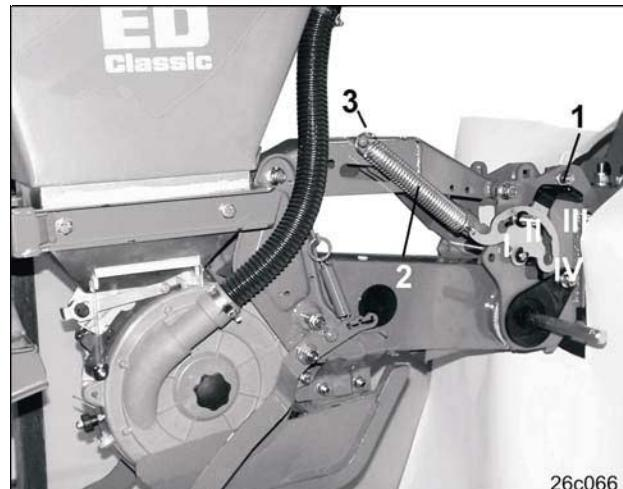

Рис. 77
Навесьте пружину (Рис. 77/2) на верхнюю серьгу (Рис. 77/3).
Рычаг (Рис. 77/1) для подачи дополнительной нагрузки на высевающий аппарат, установите в положение III или IV и введите в паз.
**Храповой рычаг (Рис. 77/1) необходимо крепко держать, так как на него действует вся сила пружины!**